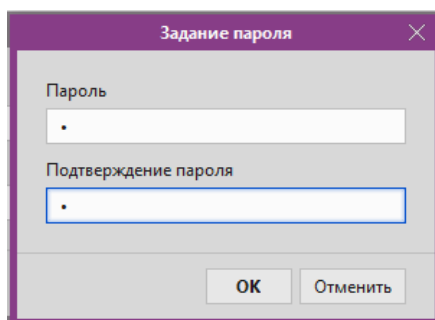

Рис. 18. Задание пароля для пользователя
19) Задать пароль (по умолчанию пароль «1») для доступа к данным терминала, при подключении через «сервер связи» (рис. 18).